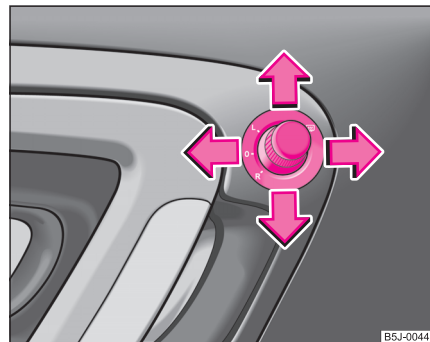

Abb. 48 Türinnenteil:
- Stellen Sie den Drehknopf in die Position **☀** ⇒ Abb. 48.